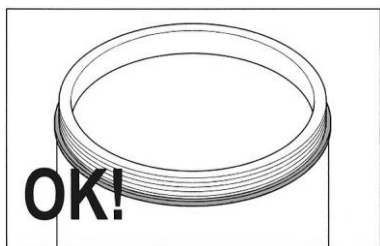

Рис. 31
1. На рис. 31 показана правильно встановлене ущільнення; вона рівномірно розподілена по всьому краю ємності.